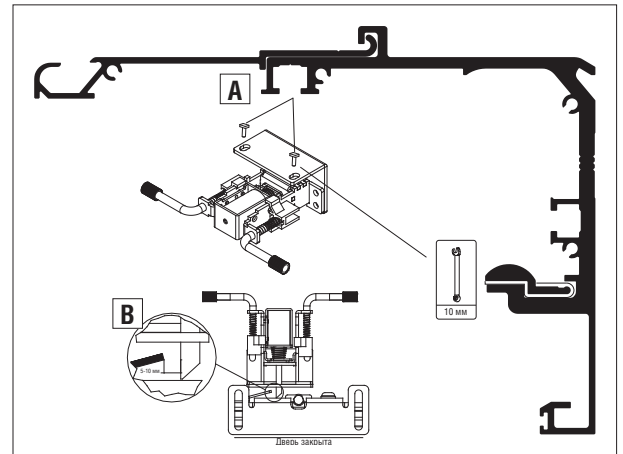

Рис. 11
1. Установите замок в верхний паз несущего профиля (рис. 11, А).
3. Убедитесь, что дверь находится в закрытом положении и сдвиньте замок в положение, показанное на рис. 11, В. Расстояние между штырем замка и стопорной пластиной должно быть не более 5–10 мм.